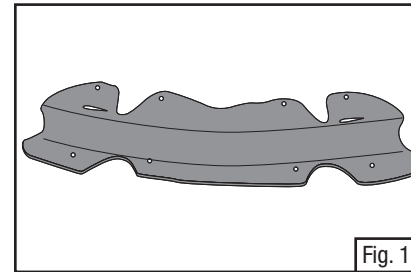
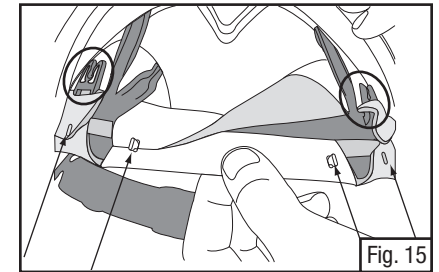

Fig. 14
Fig. 15
2. Fije la almohadilla S-953 (Fig 14) al arnés como se indica en la Fig. 15. Las dos ranuras largas en la almohadilla se enganchan sobre los ganchos superiores largos en la Fig. 15. Use los ganchos más pequeños en el arnés para fijar bien la almohadilla.